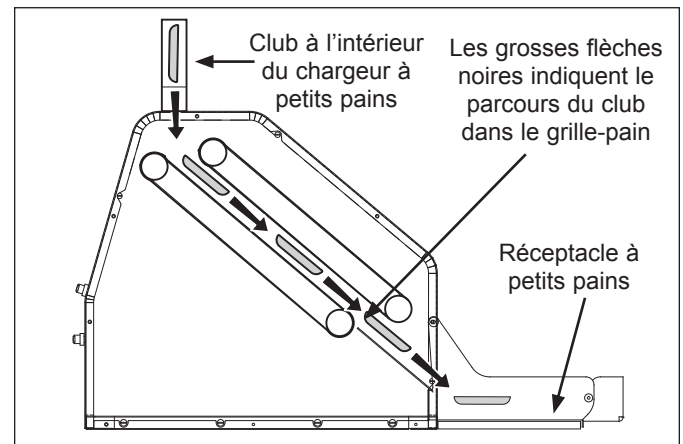

Figure 5. Parcours de grillage (CTX-200L)
2. Insérer le club dans le chargeur à petits pains (figure 5).